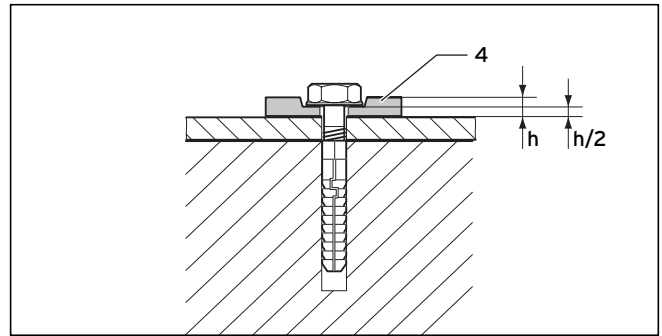

Рис. 6.24 Крепление гибкими подкладными шайбами
- Закрепите основание шахтной насадки (2) четырьмя болтами на краю устья.
Обязательно используйте 4 гибких подкладных шайбы (4), чтобы можно было сбалансировать растяжение материала. Спрессуйте подкладные шайбы на 50 %, см. рис. 6.24.